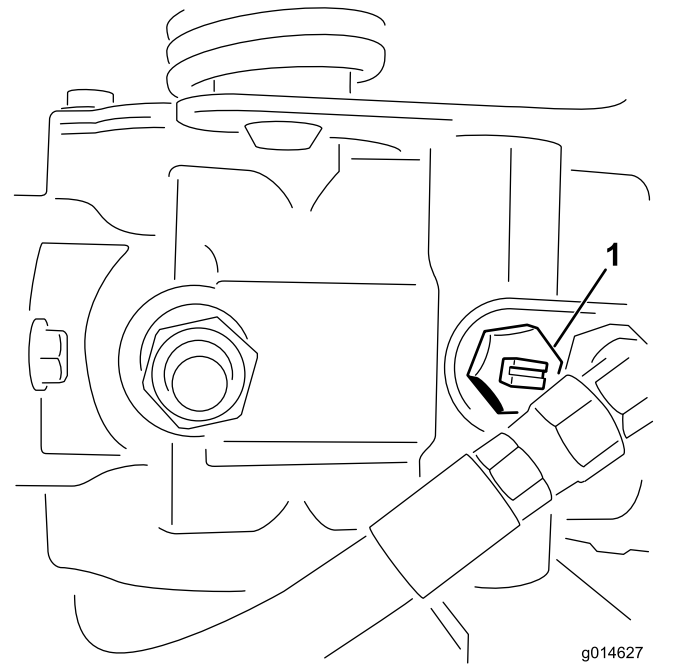

图37
1. 找到并旋转泵上的旁通阀，使槽处于垂直位置（图 37）。
2. 启动发动机之前，旋转旁通阀，使槽处于水平位置，这样就可以关闭旁通阀（图37）。旁通阀打开时，切勿启动发动机。